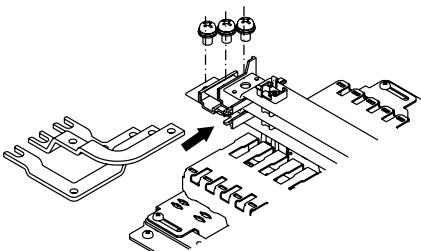

図5
- ①納入仕様書記載の寸法に従って穴加工を行い、端子台取付台を付属の座付丸タッピンねじで固定してください。
- ②基本ユニットと主幹リードバーを付属の基本ユニット連結用ねじ(3点セムスねじ)にて固定してください。(図5)